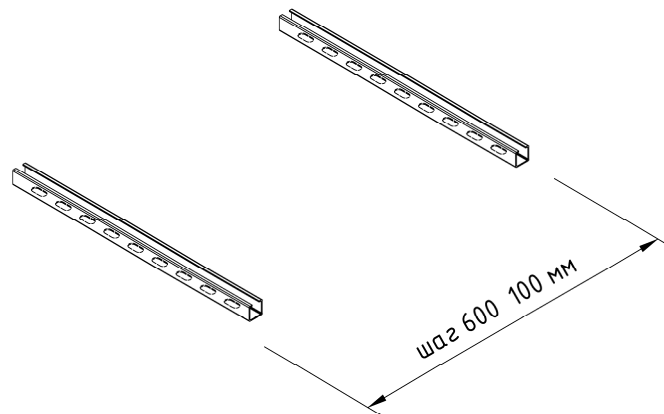

Рис. 1
- Подготовить траверсы необходимого размера. При отсутствии иных указаний в проекте разместить их с шагом 600 ± 100 мм (рис.1)